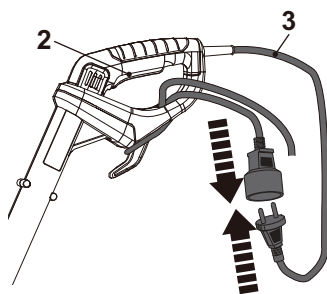

Fig. 3
4. Conecte o cabo de alimentação (3) à tomada do cabo de extensão (Fig. 3).